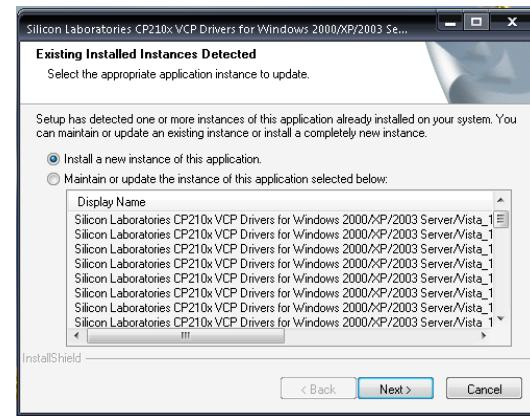
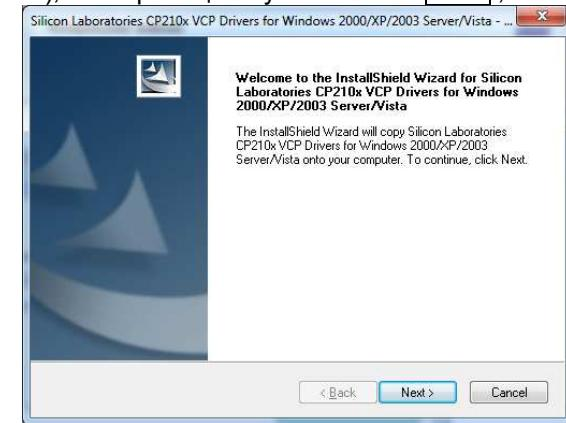

Рисунок 8.7
Рисунок 8.8
- 6) На экране появится окно (рисунок 8.7).
– в окне (рисунок 8.7) щелкнуть по кнопке **Next >** на экране появится окно (рисунок 8.8), в котором щелкнуть по кнопке **Next >**;